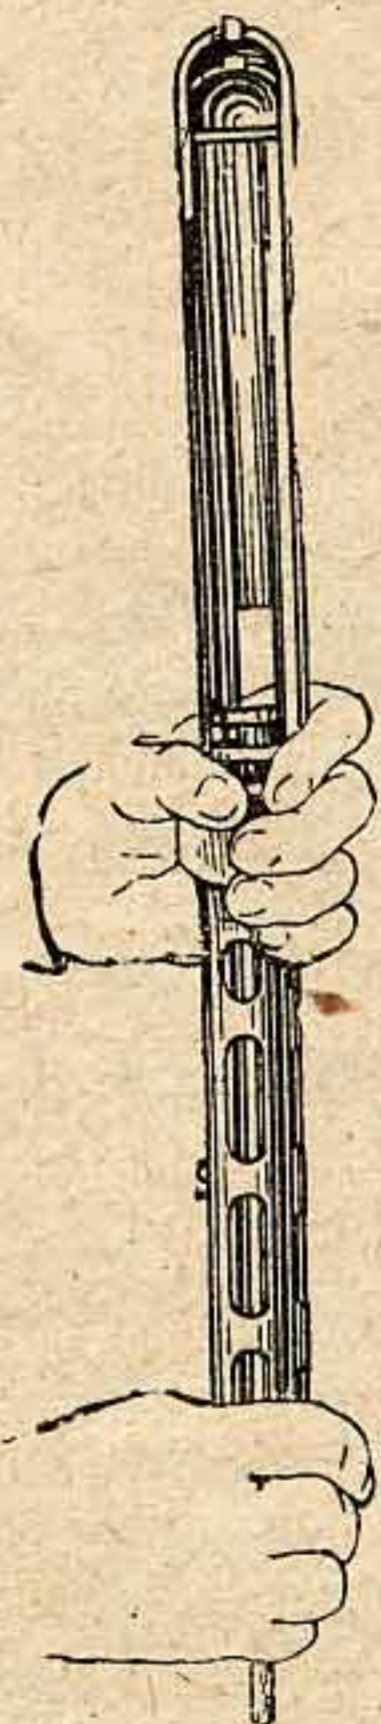

Рис. 39. Как вставить выколотку
4. Отделить ствол от ствольной коробки. Обхватить ствольную коробку левой рукой впереди окна для выбрасывания гильз, правой рукой вставить выколотку в отверстие компенсатора до упора в обрез ствола и ударить выколоткой о подставку или о стол (рис. 39); как только утол-